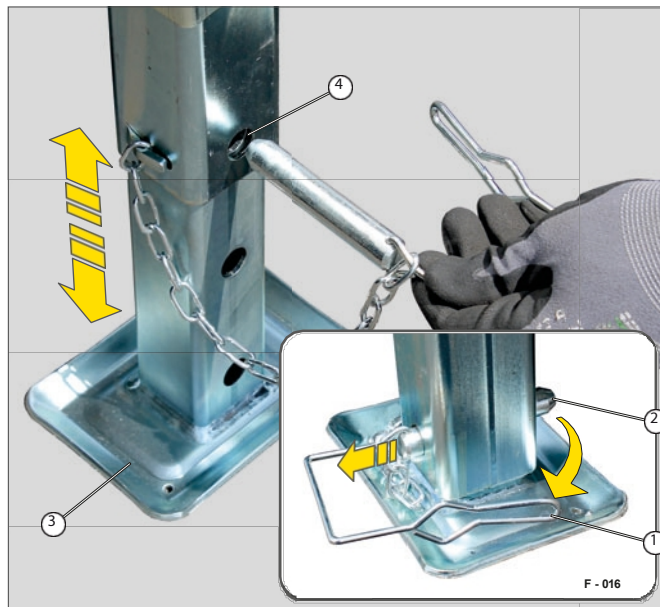

Fig. 15 Justering av nivelleringsfoten
- Lossa fästet (Fig. 15/1) från kontaktstiftet (Fig. 15/2).
- Dra ut hylsstiftet - håll samtidigt fast den justerbara foten (Fig. 15/3).
- Placera utjämningsfoten på rätt sätt (uppåt eller nedåt) så att låsstiftet passar genom hålen (Fig. 15/4).